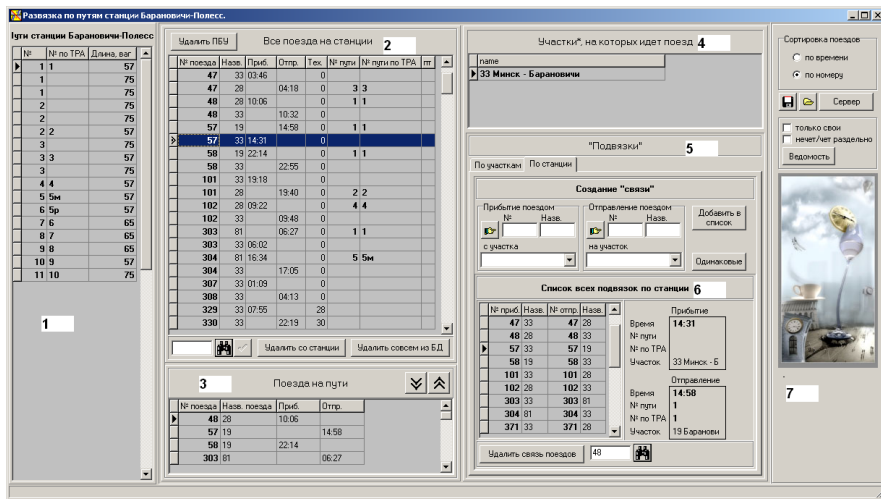

Рисунок 4.31 – Окно развязки поездов по путям станции
Для открытия окна «Развязка поездов по путям станции» (рисунок 4.31) необходимо в главном окне под таблицей расписания выбрать режим «по-
На правой панели окна расположен список путей станции (рисунок 4.31, метка 1). При выборе пути станции в нижней части соседней панели отображается список поездов, прибывающих на этот путь и (или) отправляющихся с этого пути (рисунок 4.31, метка 3). Выше располагается список всех поездов на станции (рисунок 4.31, метка 2). Отображение поездов в списке всех поездов производится в порядке возрастания номеров поездов, или по времени прибытия.
- 1) выбрать поезд в списке поездов на пути (рисунок 4.31, метка 3) и нажать кнопку ;
Справа от списка всех поездов расположен список участков выбранного поезда (рисунок 4.31, метка 4). Список имеет информационный характер.
Для сохранения информации в файл о развязке поездов по путям станции и увязке поездов между собой необходимо нажать кнопку  на крайней правой панели окна развязки (см. рисунок 4.31).
Для загрузки информации о развязке поездов по путям станции и увязке поездов между собой из файла необходимо нажать кнопку  на крайней правой панели окна развязки (см. рисунок 4.31).
При загрузке информации из файла развязка по путям станции обновляется только для поездов, имеющихся в данный момент в БД (только для поездов из общего списка; см. рисунок 4.31, метка 2); увязка между собой не зависит от поездов, содержащихся в БД.